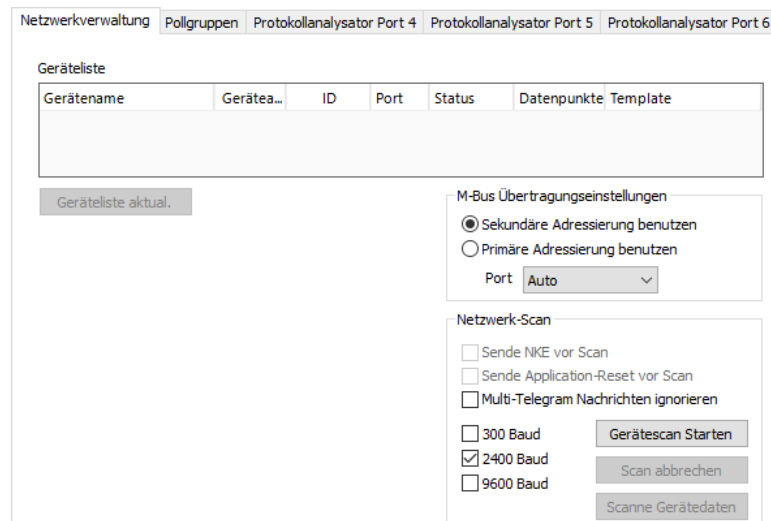

Abbildung 135: M-Bus Netzwerk Scan Dialog
- Klicken Sie mit der rechten Maustaste auf den Ordner **M-Bus Network Scan** und wählen Sie aus dem Kontextmenü den Punkt **Scanne M-Bus Netzwerk...** aus, dabei wird das Dialog **M-Bus Verwaltung** mit den Scan-Optionen aus Abbildung 135 geöffnet.